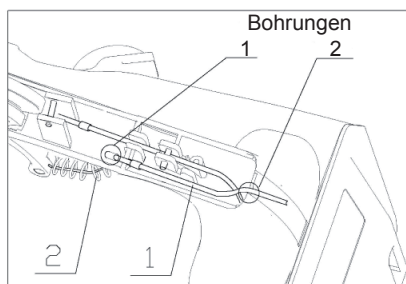

Abbildung 9
- 2) (Abb. 9) Führen Sie das Drahtseil (1) durch die Bohrungen (1 und 2) und montieren Sie die Feder mittels Schraubbewegungen auf das Drahtseil unterhalb des Griffes (2)